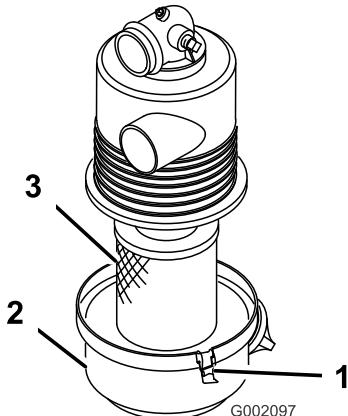

Figura 28
- Liberte os trincos que fixam a cobertura do filtro de ar ao respectivo corpo (Figura 28).
- Separar a cobertura do corpo e limpe o interior da cobertura do filtro de ar (Figura 28).
- Introduza o filtro no corpo do filtro de ar (Figura 28).
- Alinhe a cobertura do filtro de ar com o corpo do filtro de ar (Figura 28).
- Fixe a cobertura ao corpo do filtro de ar com os trincos (Figura 28).